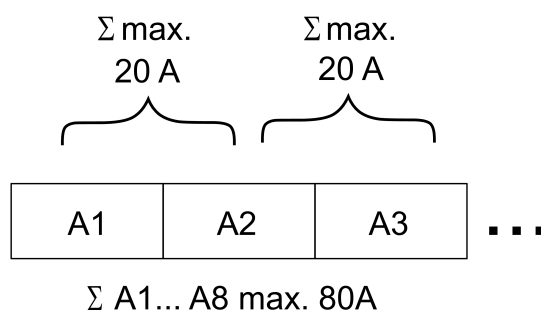

Bild 3: Strombelastbarkeit Lastausgänge
- Strombelastbarkeit beachten (siehe Bild 3)